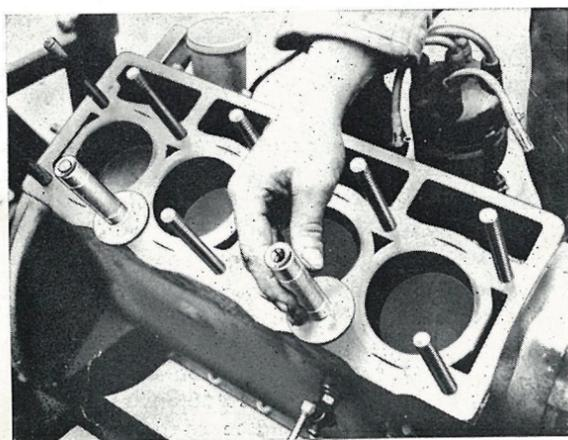

FIG. 7
16. Visser les reteneurs de chemises F T 3 (ou, à défaut, les reteneurs de DIESEL en disposant une rondelle au-dessous) sur les goujons du 2e et 4e cylindre côté collecteur (fig. 7).